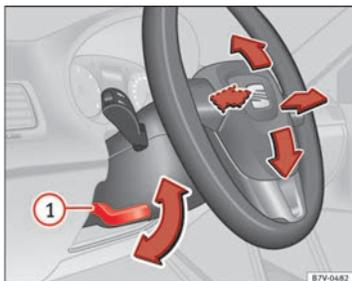

Fig. 127 Réglage mécanique du volant.
- Abaissez le levier ⇒ fig. 127 ①.